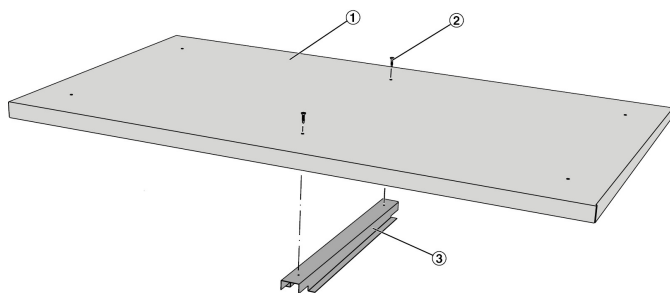

Рис. 14: Крепление центральной опоры кровли
1. ► Закрепите центральную опору кровли (Рис. 14/3) при помощи самонарезающихся винтов (Рис. 14/2) к крыше (Рис. 14/1).